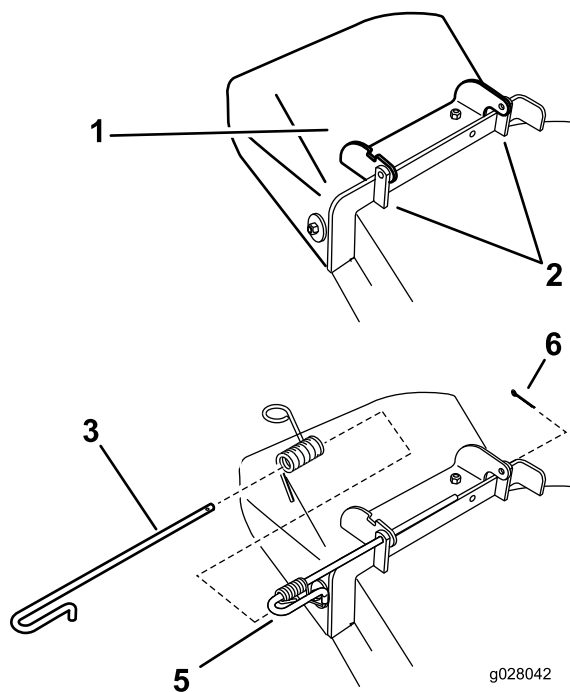

Figura 77
1. Togliete la coppiglia dall'estremità dell'asta (Figura 77).
2. Sganciate la molla dalla tacca presente sulla staffa del deflettore e fate scorrere l'asta per estrarla dalle staffe saldate del piatto di taglio, dalla molla e dal deflettore di scarico (Figura 77). Togliete il deflettore di scarico se è danneggiato o consumato.
3. Posizionate il nuovo gruppo deflettore di scarico con le estremità delle staffe collocate tra le staffe saldate al piatto come illustrato nella Figura 77.
7. Montate la coppiglia sull'estremità dell'asta (Figura 77).